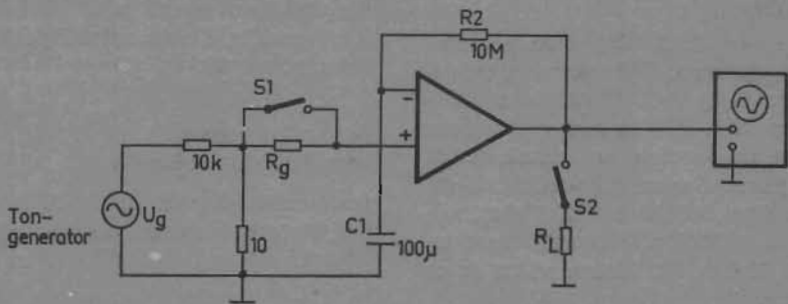

Fig 11. Anordning för mätning av råförstärkning, ingångsimpedans, förstärkning/frekvens, slewing-rate, gränshänsning, max utspänningssving, bandbredd.
Dessa storheter mäts med kopplingen i fig 11. För högre frekvenser än 15 Hz är motkopplingen försumbar om råförstärkningen är mindre än 100 dB.
► **Differentiella ingångsimpedansen** uppmätes (se fig 11) genom att  $S1$  omväxlande slutes och brytes. Ingångsimpedansen  $Z_{in}$  är lika med  $10 \cdot R_0$  om spänningen faller  $1/11 = 9\%$  då  $S1$  öppnas.